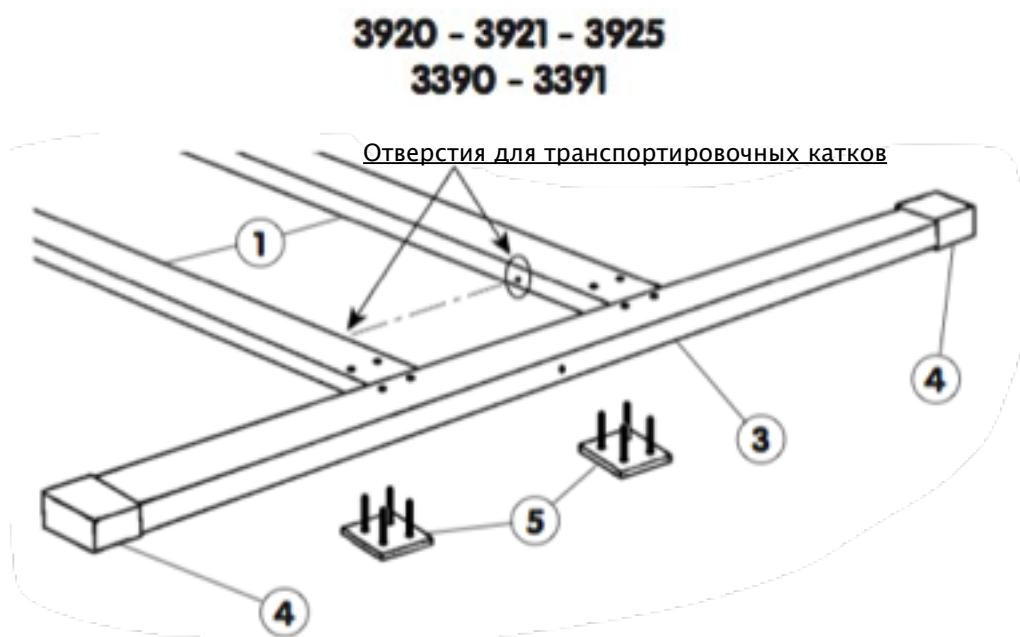
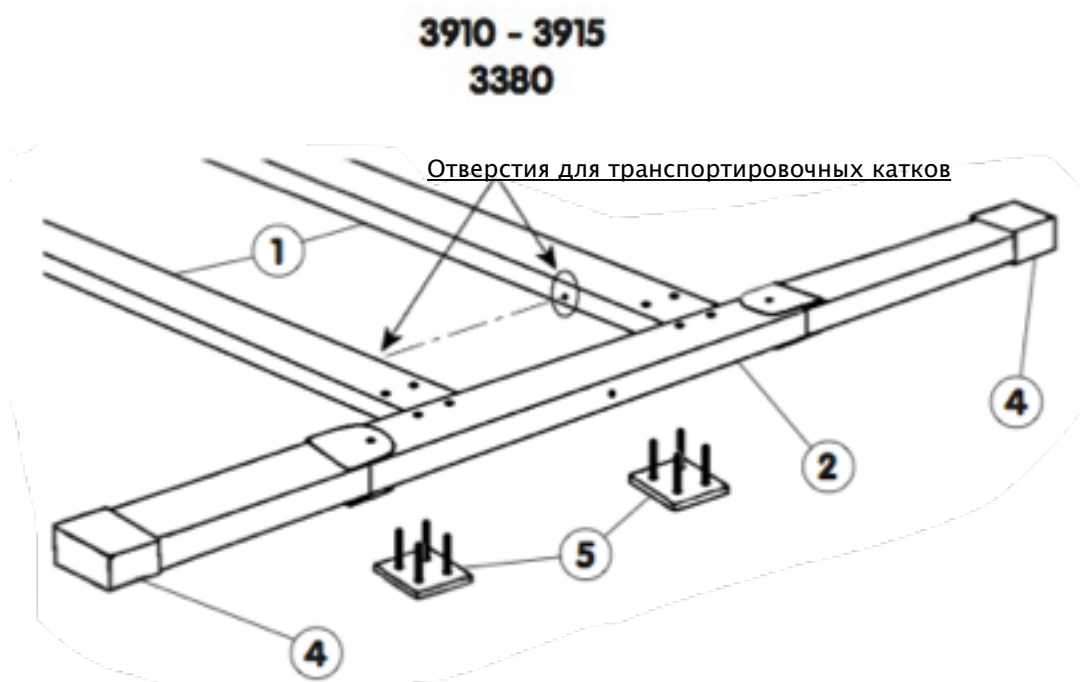

Рис. 1
Рис. 2
1. Установите соединительные пластины (5) на полу (см. Рис. 1 и Рис. 2).
2. Вставьте конец каждой балки основания (1) в резьбовые стержни соединительных пластин (5) (отверстия для транспортировочных катков внутри и внизу) (см. Рис. 1 или Рис. 2).
3. Вставьте каждую складную (2) или нескладную (3) ногу в резьбовые стержни с другой стороны пластин (5) (см. Рис. 1 или Рис.2).